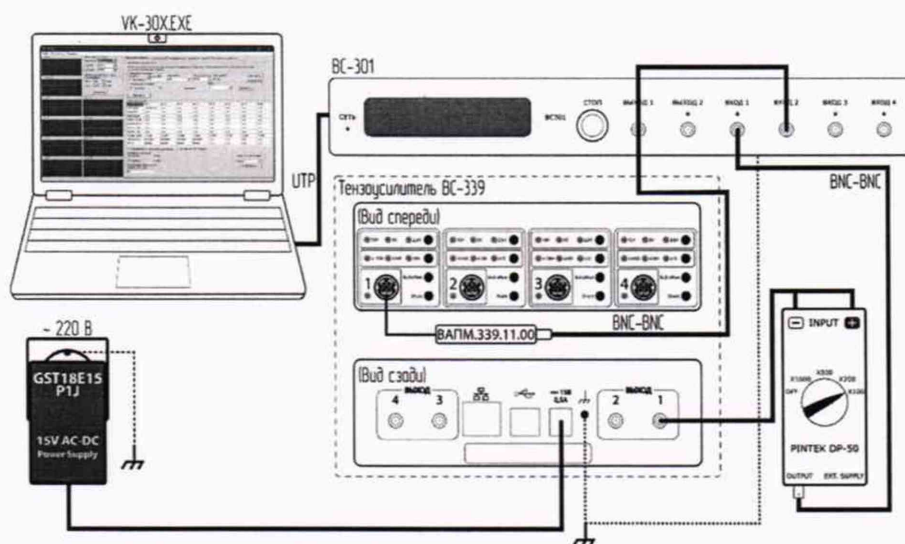

Рисунок 3.
9.1.1 Собрать схему (Рисунок 3).